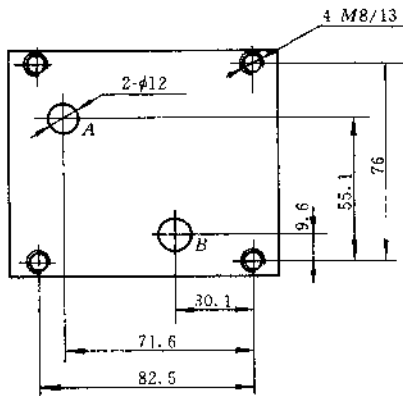

图 21.6-12 2FRE x /40B 通比例调速(10 通径) 底板安装尺寸
- 2FRE * /40B 二通比例调速阀(10 通径)底板安装尺寸 见图 21.6-12。